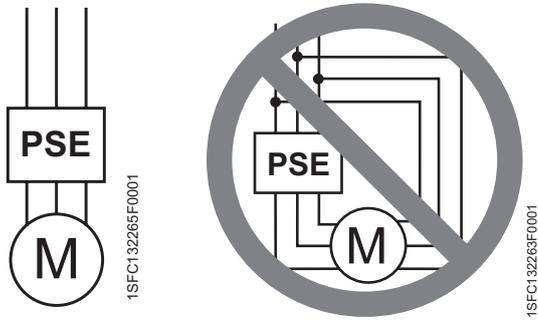

Abb. 5.2: Der ABB PSE Softstarter darf nur In-Line angeschlossen werden.
Da die Softstarter PSE18 ... PSE370 eine Zweiphasensteuerung haben, muss der Anschluss In-Line erfolgen, gemäß den Anschlussbildern in Abb. 5.2 und in Kapitel 11.
*Die Softstarter PSE18...PSE370 dürfen nicht in Dreieckschaltung angeschlossen werden, da dadurch Schäden an den Geräten entstehen können und die Gefahr von Tod oder schweren Verletzungen besteht. Abb. 5.2.*